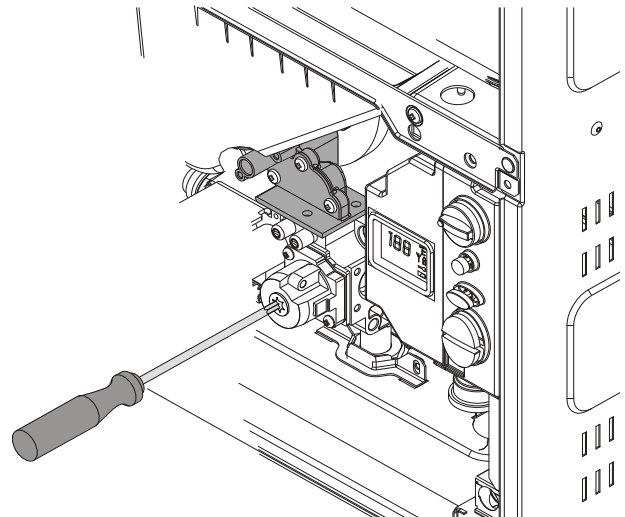

Fig. 45
- ▶ Retire la cubierta de Torx #40 pintada de amarillo de la parte delantera de la válvula de gas. (Fig. 45) Aparecerá un tornillo de plástico #40 Torx.